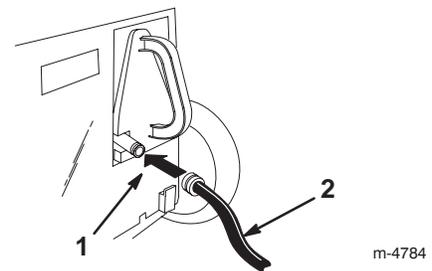

Figure 21
- Soulevez le volet arrière et branchez le raccord à l'embout de lavage de l'obturateur de recyclage sur la tondeuse (Fig. 21).